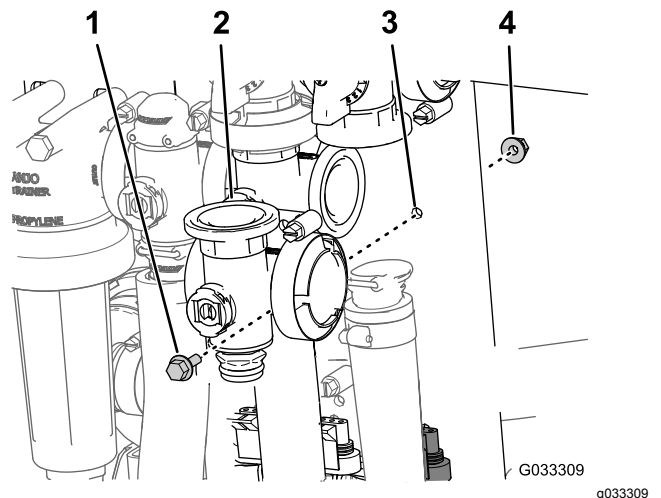

Bild 67
- Entfernen Sie die Sicherungsbundschraube und Sicherungsbundmutter, mit denen das Hauptauslegerventil an der Ventilhalterung befestigt ist, und entfernen Sie den Ventilverteiler von der Maschine (**Bild 67**).